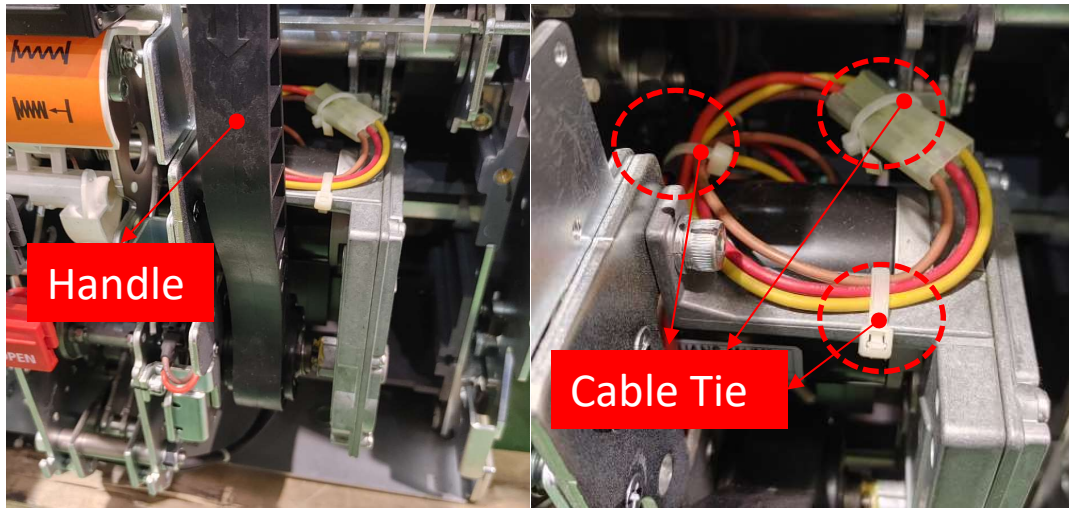

Fig. 9
9. 케이블 타이로 케이블 정리를 합니다. [FIG 9]
9.Group the cable with the cable tie. [FIG 9]